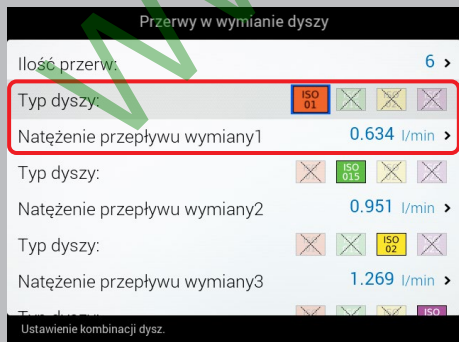

Fig. 54
- Wybierz menu **Typ dyszy** pierwszego zakresu (Fig. 54).